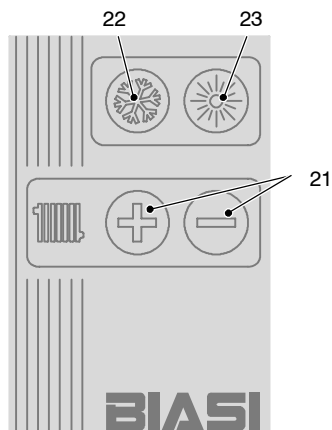

fig. 2.13
- Se si desidera il funzionamento della caldaia in riscaldamento/sanitario, premere il tasto  (22 in fig. 2.13). Sul display compare la scritta **Inverno**, e un quadrato si posiziona sopra il simbolo .
- Se si desidera la sola produzione di acqua calda per uso sanitario, premere il tasto  (23 in fig. 2.13). Sul display compare la scritta **Estate**, e un quadrato si posiziona sopra il simbolo .
Premendo il tasto  (21 in fig. 2.13) in corrispondenza del simbolo  si ha un incremento di temperatura. Il valore viene visualizzato sul display. Premendo il tasto  (21 in fig. 2.13) in corrispondenza del simbolo  si ha un decremento di temperatura. Il valore viene visualizzato sul display.